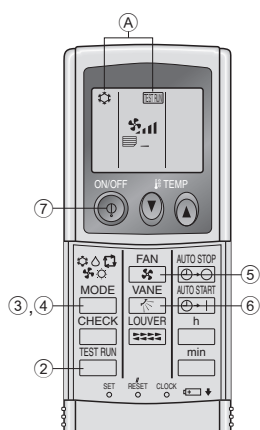

Fig. 7-5
7.2.2. Использование беспроводного пульта дистанционного управления (Fig. 7-5)